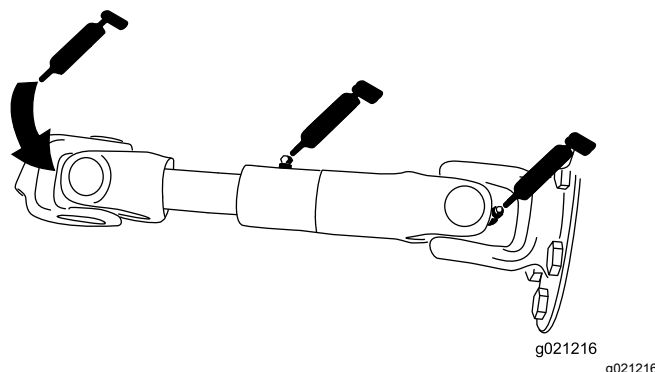

Рисунок 76
- Вал привода насоса (3 шт.) (Рисунок 76)